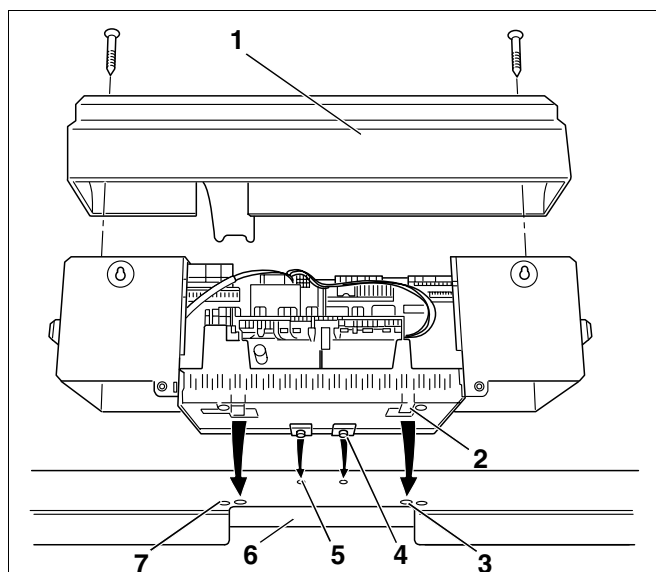
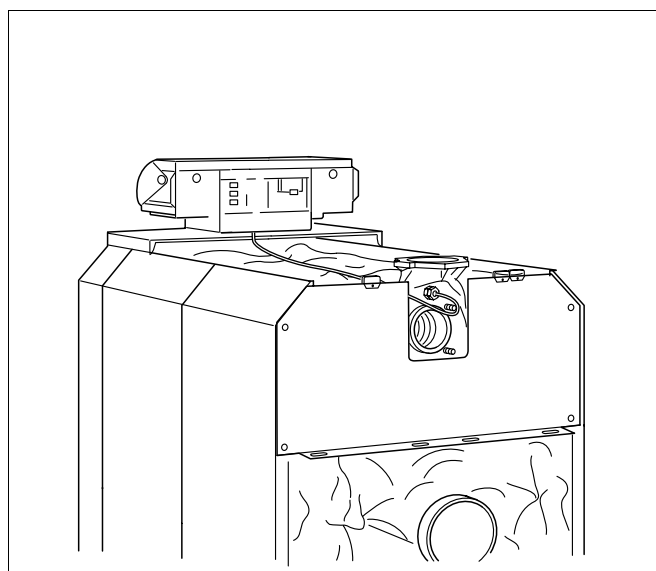

Fig. 58 Montage - appareil de régulation
Fig. 63 Chaudière avec appareil de régulation monté
La figure 58 représente l'arrière de l'appareil de régulation et du capot avant " A " avant.
- Desserrer les deux vis du cache-bornes (fig. 58, **pos.1**), retirer le cache-bornes par le haut.
- Poser l'appareil de régulation. Introduire l'appareil de régulation par l'avant avec les crochets à emboîtement (fig. 58, **pos. 4**) dans les perforations ovales du capot avant de la chaudière (fig. 58, **pos.5**). Tirer l'appareil de régulation vers l'avant puis le faire basculer vers l'arrière. Les crochets élastiques (fig. 58, **pos. 2**) doivent s'enclencher dans les ouvertures rectangulaires arrière du capot avant de la chaudière (fig. 58, **pos. 3**).
- Visser le socle de l'appareil de régulation à gauche et à droite du passage de câble (fig. 58, **pos. 6**) sur le capot avant de la chaudière à l'aide de deux vis Parker (fig. 58, **pos. 7**).
- Revisser le capot de protection (fig. 58, **pos. 1**) à l'aide de deux vis Parker sur le socle de l'appareil de régulation (fig. 63).